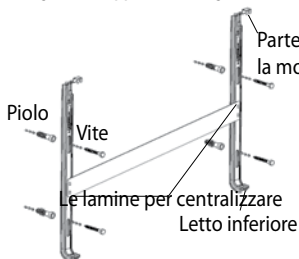

Figura 5. Ganci da appendere
2. Bisogna stabilire per bene la distanza alla presa, per non creare una tensione sul cavo di spina del Termoconvettore col Pannello Elettronico. Una volta scelto il posto, bisogna segnare i centri di perforazione secondo le misure della Figura 7. Per questa operazione si può usare i ganci da appendere della Figura 5 come dima. Per segnare i ganci da appendere, bisogna appoggiarli sul muro, poi toccare con una matita i fori ovali in modo tale da trattenere il Termoconvettore al minimo a 100 mm e al massimo a 200 mm di altezza dal pavimento (quello consigliato).